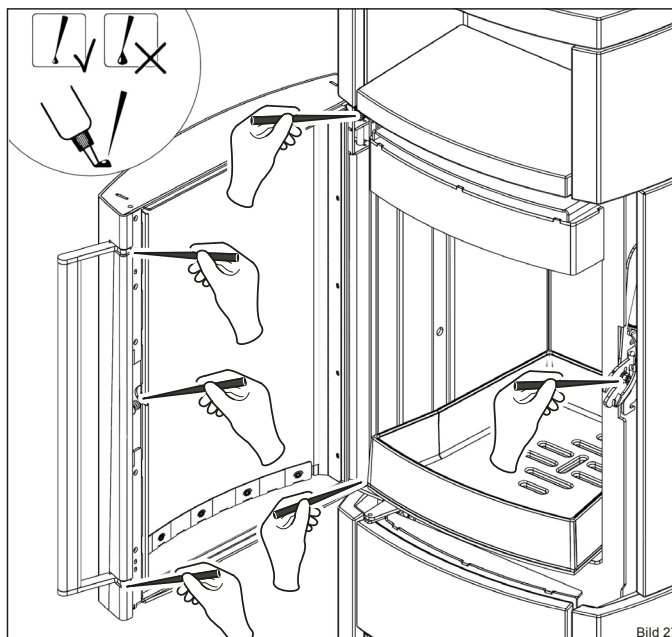

Bild 27
- ▶ Schmieren Sie die Punkte mit dem Spezialfett aus der Startbox (Bild 27).